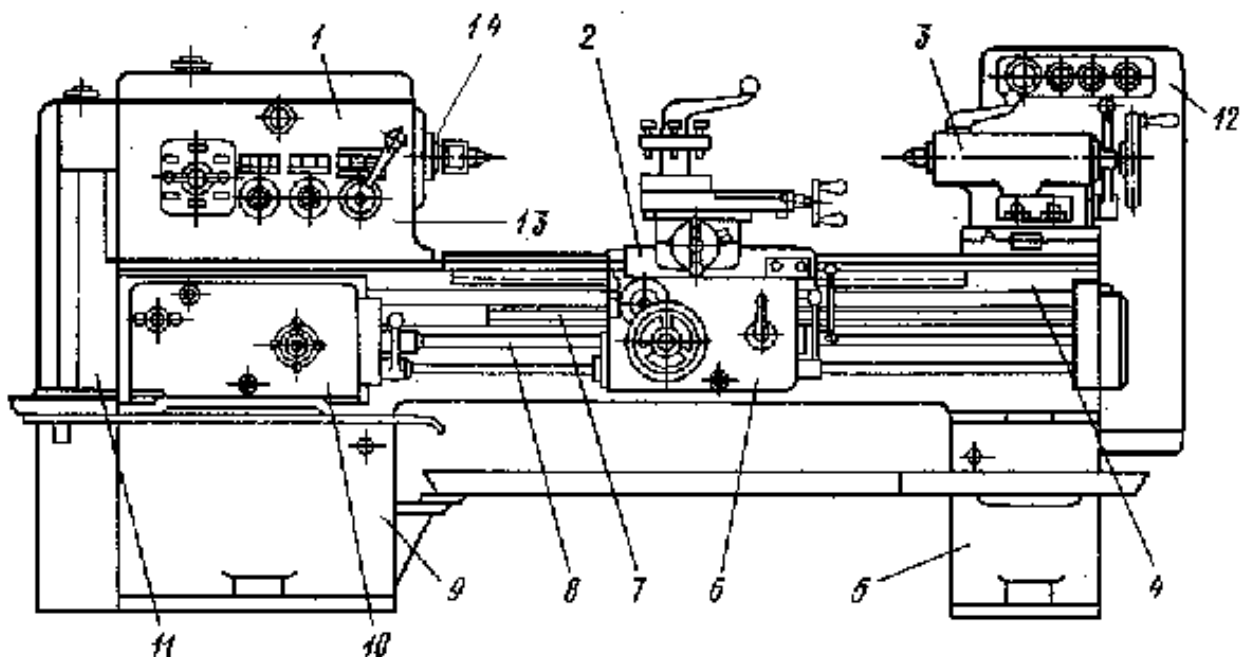

Рис. 1. Общий вид токарно-винторезного станка 16K20
3. Рассмотрите рисунок 1. Общий вид токарно-винторезного станка 16K20 и заполните таблицу 1. Устройство и назначение основных узлов станка;